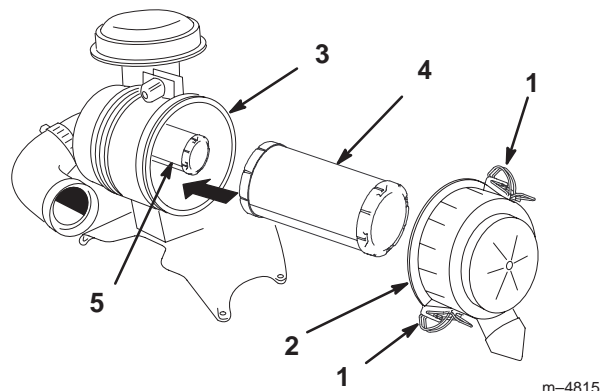

Figure 34
2. Ouvrez les dispositifs de verrouillage du filtre et ôtez le couvercle du corps du filtre (Fig. 34).
4. Sortez l'élément primaire du corps du filtre avec précaution (Fig. 34). Évitez de cogner l'élément à l'intérieur du corps. N'enlevez pas l'élément de sécurité, sauf si vous voulez le remplacer également.
2. Si vous remplacez l'élément de sécurité, insérez-le avec précaution dans le corps du filtre (Fig. 34).
3. Installez ensuite l'élément primaire sur l'élément de sécurité avec les mêmes précautions (Fig. 34). Assurez-vous qu'il est bien engagé en appuyant sur le rebord extérieur de l'élément que vous installez.
4. Reposez le couvercle, le côté portant l'inscription **UP** étant tourné vers le haut, et fermez les dispositifs de verrouillage (Fig. 34).